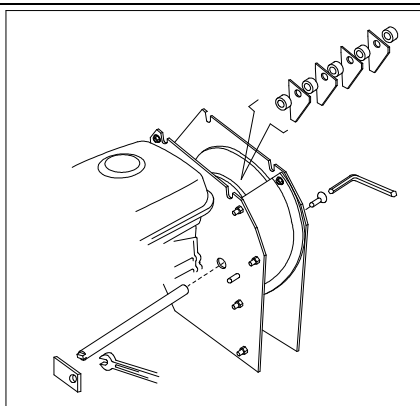

Fig. 18
- Tourner le rotor de façon à aligner la tige porte-coteaux avec le trou, introduire la clé du 13 et de l'autre côté la clé Allen. Dévisser le tout, extraire la tige tout en récupérant les entretoises. Remonter en respectant rigoureusement la position primitive (Fig. 18).